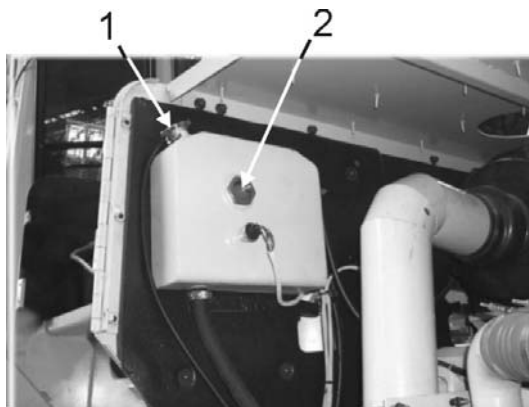

Рис. 5.21. Бачок уравнилительный системы охлаждения двигателя
1. Уровень жидкости в системе охлаждения двигателя проверяется через смотровое окошко (2, Рис. 5.21.) уравнилительного бачка, с левой стороны машины. Уровень жидкости должен достигать нижней кромки заливной, контрольной втулки и находится посередине смотрового окошка. О падении уровня жидкости в системе охлаждения двигателя ниже допустимой величины сигнализирует сигнальная лампочка, находящаяся на главном пульте машины.
1. Открыть пробку (1, Рис. 5.21.) заливной горловины уравнительного бачка в выше описанном порядке.